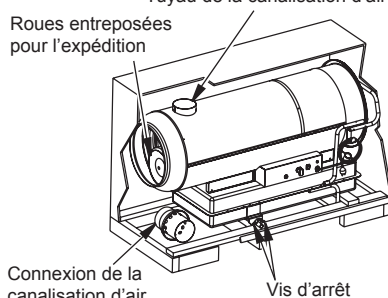

Figure 2 - Retrait du 280-IF de son carton
4. Dévissez les vis d'arrêt qui se trouvent sur la barre de blocage du moyeu (voir figure 2).